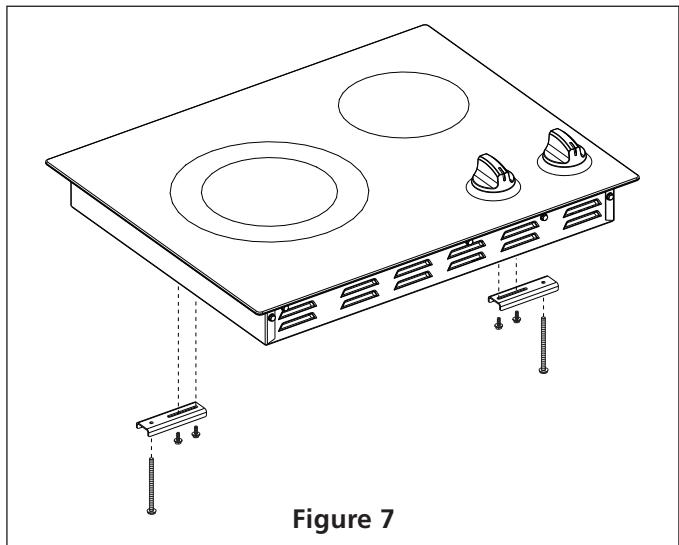

Figure 7
3. Installer les supports de fixation (voir figure 7 & 8).
Les supports de fixation DOIVENT être installés conformément aux codes locaux ou, en leurs absences, en conformité avec le National Electrical Code ANSI/NFPA No. 70-Dernière édition (Figure 7 & 8).